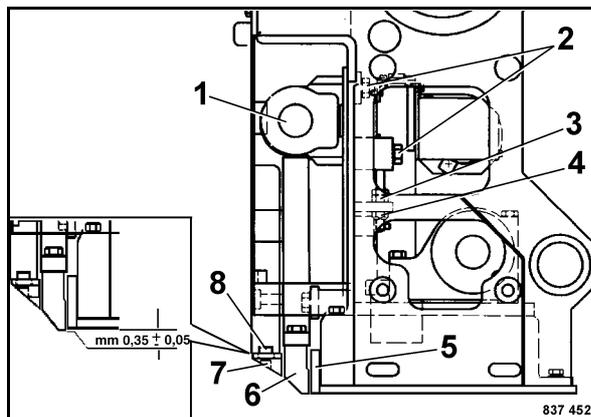

Fig. 196
- Controllare le condizioni del lardone costipatore 5 (Fig. 196) e del deflettore (7), eventualmente sostituirli.